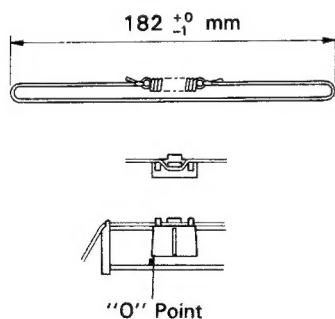

Figure 4-4
2. Turn the shaft fully counterclockwise and fit the left end of the dial pointer to the boss at the Back Plate as shown in Figure 4-4.
2. Die Achse voll entgegen dem Uhrzeigersinn drehen und das linke Ende des Skalenzeigers an die Nabe an der rückplatte gemäß Abb. 4-4 anbringen.
2. Tourner l'arbre entièrement à gauche et fixer l'extrémité gauche de l'aiguille de cadran au bossage sur le panneau arrière. Voir Figure 4-4.